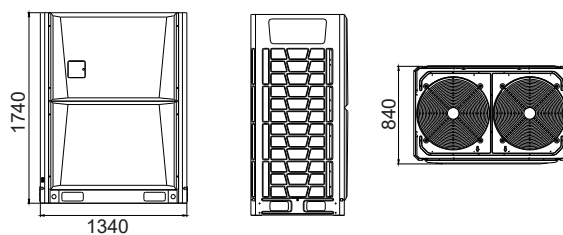

Fig.3.3 Forma3(18HP~20HP)
- 1- A máquina deve ser instalada sobre uma base sólida de cimento ou betão, de acordo com a Fig. 3.3 ou as medições da instalação.